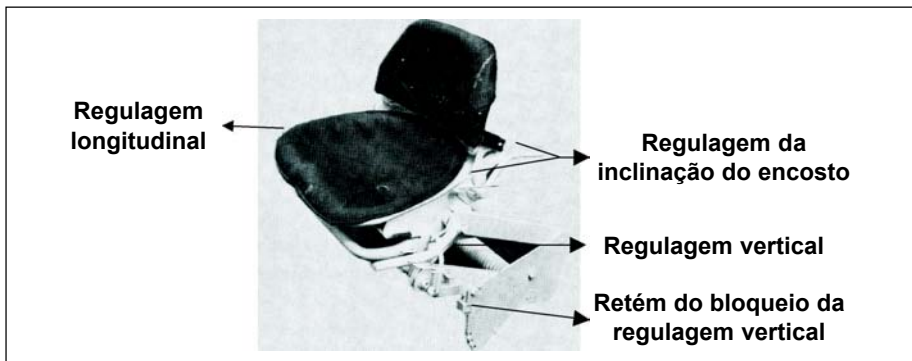

Fig 3-6. Assento do motorista
(1) Assento - Possui três regulagens e um retém. (Fig 3-6)